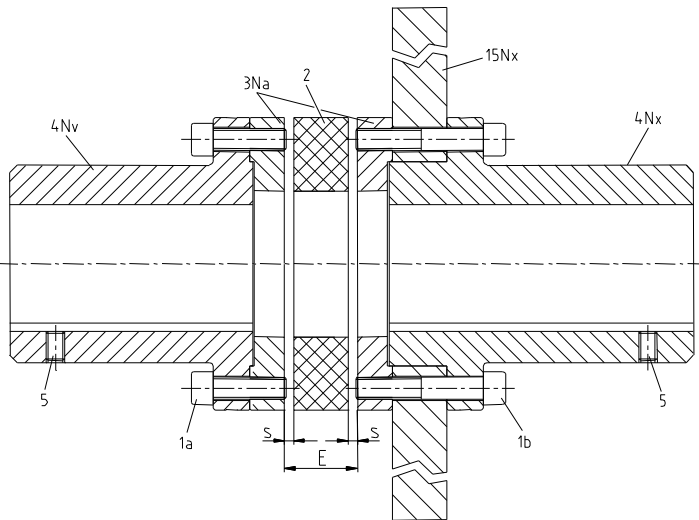

Bild 7
- Richten Sie den Zahnkranz (2) mittig zwischen den Mitnehmerflanschen (3Na) aus und überprüfen Sie das E und s Maß. (siehe Bild 7)